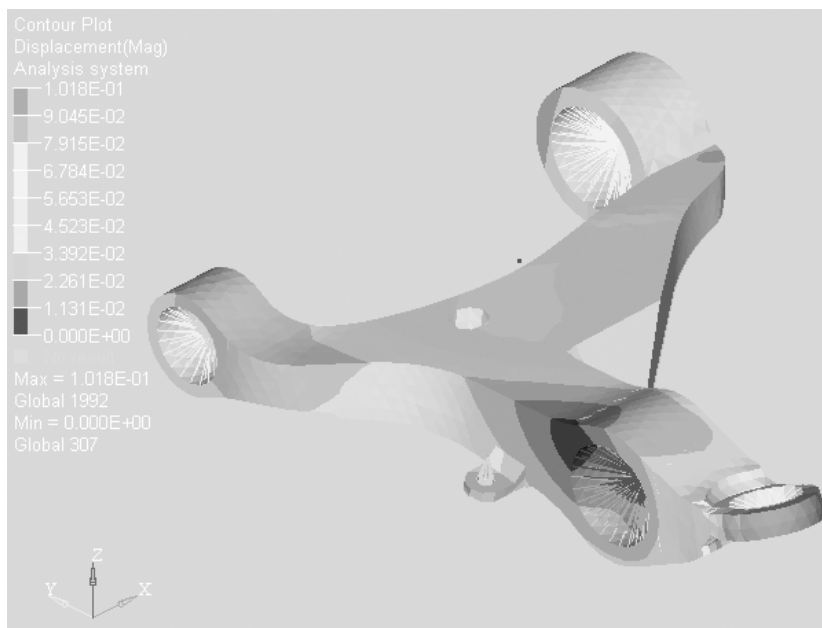

图 8-37 工况二单元位移云图
(7) 单击 Next Page (➡) 按钮到第三页的 Load Case2, 显示第二种工况的位移云图, 如图 8-37 所示。